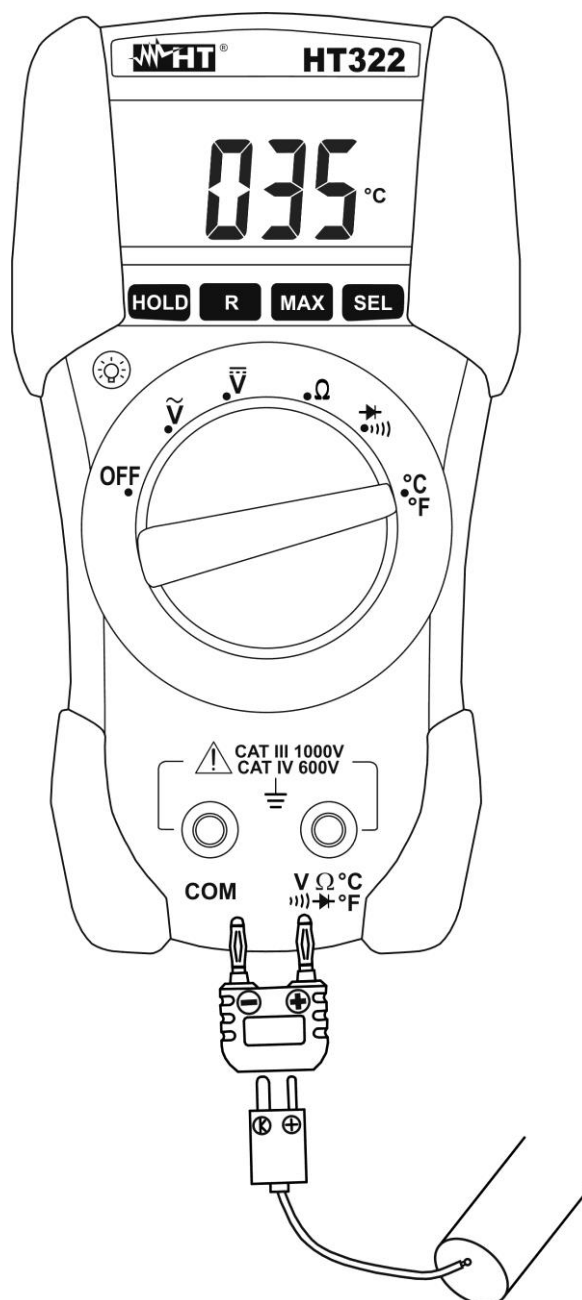

Fig. 6: Uso do instrumento para medir Temperaturas
3. Inserir o adaptador opcional T10 nos terminais de entrada $V\Omega\text{ }^{\circ}\text{C}/^{\circ}\text{F}$ e **COM** respeitando as cores vermelho e preto existentes no mesmo (ver Fig. 6).